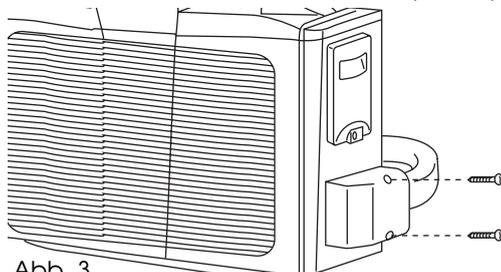

Abb. 3
- 1) Die beiden Schrauben der Schutzabdeckung der an der Außeneinheit angebrachten Anschlüsse abschrauben (Abb. 3).